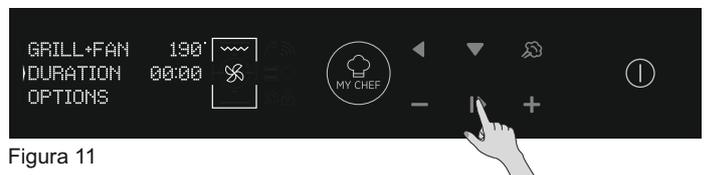

Figura 11
- Premere GIÙ per cambiare la durata della cottura. Si esegue premendo i pulsanti PIÙ e MENO mentre la freccia sul display si trova sulla scheda DURATA. Premere OK per iniziare la cottura o BACK per ritornare alle impostazioni della temperatura. (Figura 11)